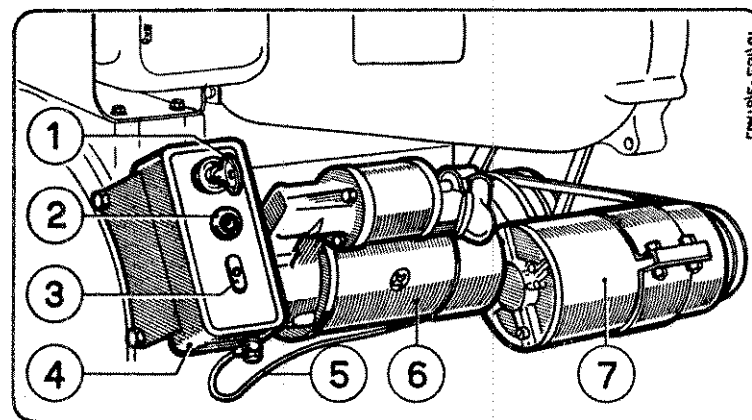

Fig. 9 - APPARECCHIATURA PER AVVIAMENTO ELETTRICO
b) Avviamento elettrico: (Fig. 9)
NOTA - L'indicatore di pressione olio, quando il motore è dotato d'impianto elettrico d'avviamento, viene installato nel cruscotto (Fig. 9) e collegato al raccordo sul basamento tramite apposito tubo.